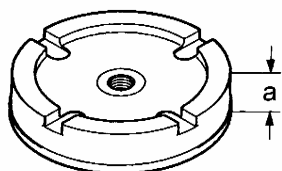

图 12-107 压板
(23) 同步器齿套安装时，倾斜面指向倒车挡，阶梯形侧面指向第 5 挡。
(24) 压板的区别，铝制变速器在图 12-107 中尺寸 a 为 14.8mm 或 15.3mm，镁制变速器中则为 10.7mm。